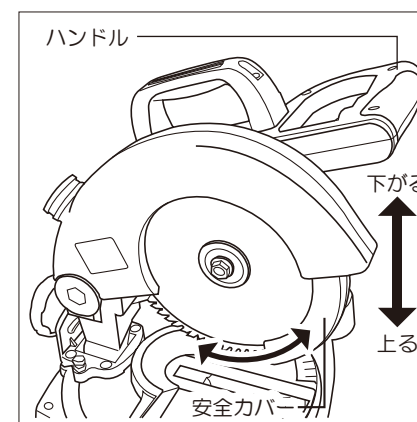

図21
- 安全カバーは、ハンドルを下げると自動的に上がり、切り終わってハンドルを上げると元に戻ります。(図21参照)